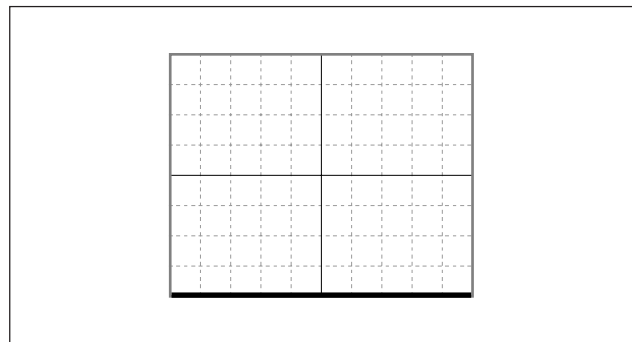

図4-6.
- ① オシロスコープのTIME/DIVスイッチを200 msにします。
- ② オシロスコープのCH1の偏向感度 (VOLTS/DIV) を0.2 V/DIVにします。
- ③ オシロスコープのCH1のINPUT COUPLINGスイッチをGNDに合わせ、信号がスクリーン下端にくるようにオシロスコープのPOSITIONを調整します。(図4-6参照)